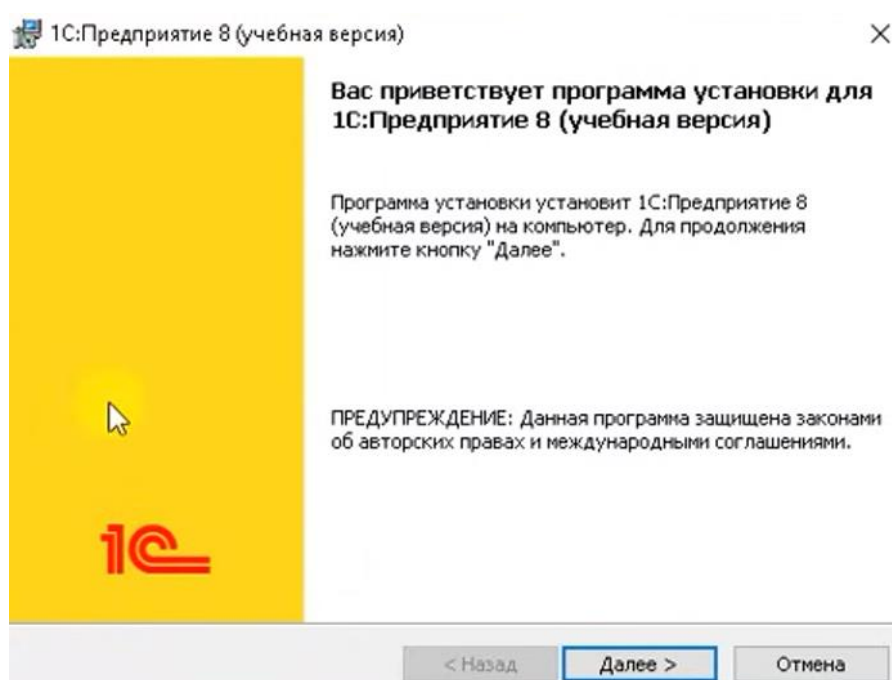

Рисунок 1– Запуск инсталляции «1С:Предприятие»
2. Запустите файл setup.exe (смотреть рисунок 1)